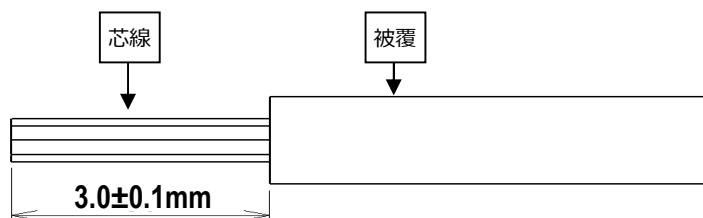

図 1. 電線被覆剥き長さ
- ①電線被覆は、 $3.0 \pm 0.1\text{ mm}$ で剥いてください。(図 1 参照)